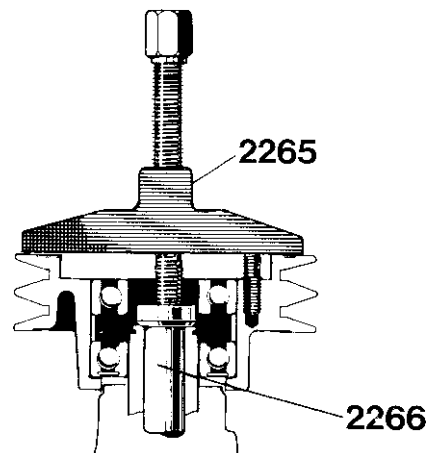

Fig. 161. Demontering av remskiva
5. Placera mothållet 2266 (fig. 161) i pumphusets förlängda lagertapp och anbringa avdragaren 2265. Dra av remskivan med lager.